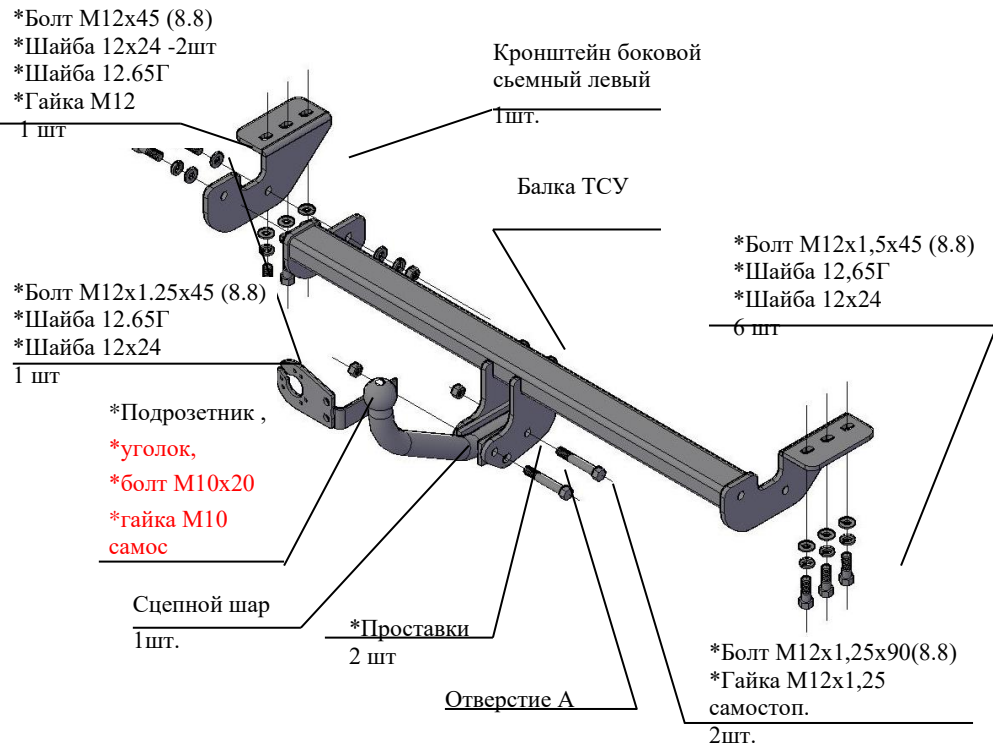

Рис.1 Тягово-сцепное устройство 7520 .
2.1 ТСУ 7520. в сборе (рис.1)	1 шт.
2.2 Пакет с комплектующими (см. рис.1)	1 шт.
4.5 Закрепить сцепной шар и кронштейн крепления розетки к кронштейнам шара болтами М12х1,25х90 и гайками М12х1,25 самостоп, проложив между кронштейнами шара и шаром –проставки (см.рис.1) (**предварительно кронштейн розетки скрепить с уголком болтом М10х20 и гайкой М10 самостоп**).